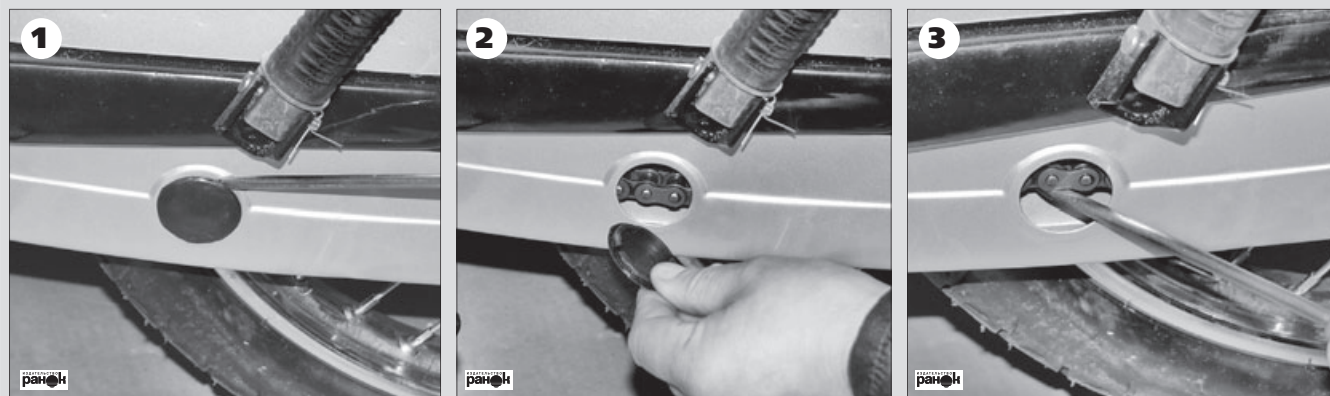

Рис. 38. Проверка натяжения приводной цепи
- снять колпачок контрольного отверстия на кожухе цепи (рис. 38).